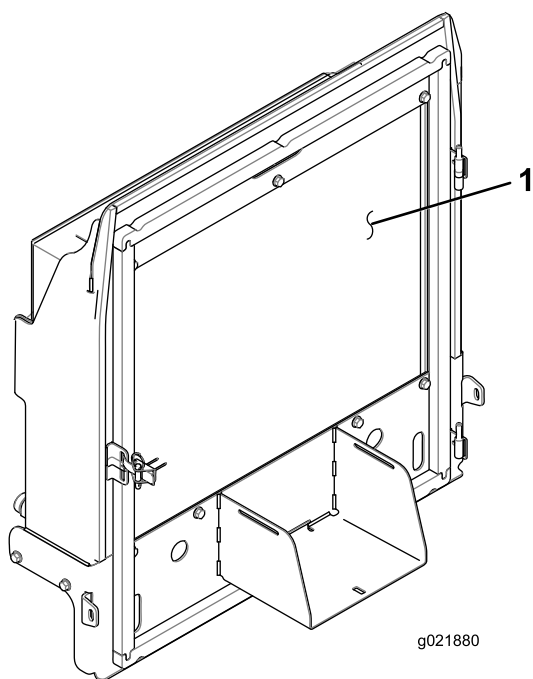

Figura 82
4. Limpie a fondo ambos lados del radiador y del enfriador de aceite (Figura 82) con aire comprimido.